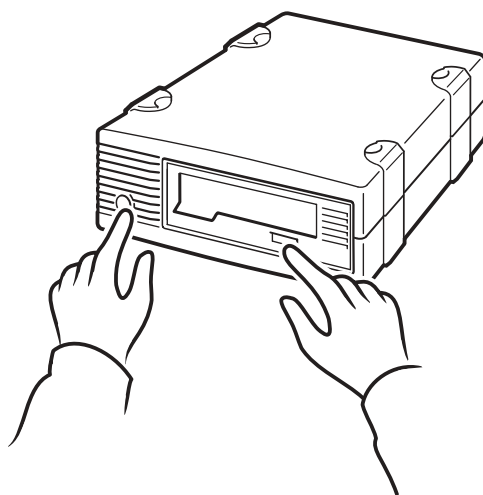

Figura 10b: usar o HP OBDR, etapa 2
- 2 Mantenha o botão de ejetar pressionado na unidade de fita. Mantendo o botão de ejetar pressionado, ligue a unidade de fita (Figura 10b) e ative o servidor (Figura 10c). Isso ativa o processo do HP One-Button Disaster Recovery. Solte o botão assim que o LED Ready (Pronto) no painel frontal piscar na seqüência do OBDR. É um padrão que se repete: pisca - fica aceso - pisca.